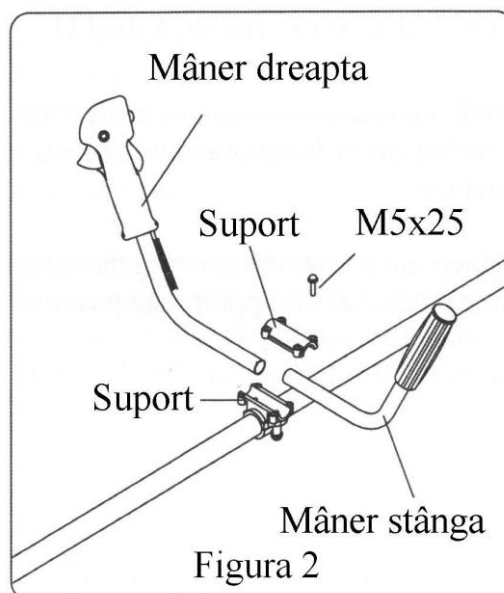

Figura 2
3. Montaţi ghidonul ca în figura 2. Aveţi grijă să strângeţi cu fermitate şuruburile cu ajutorul cheii imbus nr. 4.